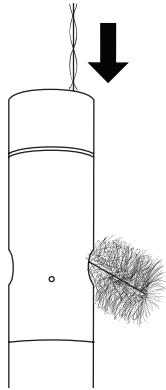

Figura 62 Cepillo del canal
2. Introduzca el cepillo en la parte superior de los canales y limpie los canales 15 a 20 veces (Figura 62).